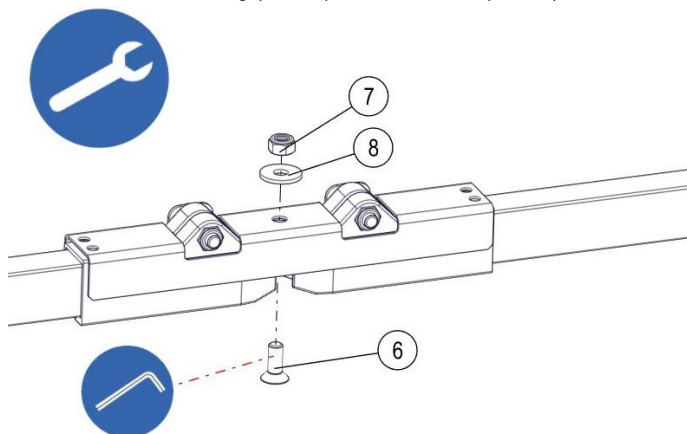

Abb. 101: Abdeckung montieren
- Die Senkschraube DIN 7991 M6x16-A2 (Pos. 6) mit einem Innensechskantschlüssel SW5 und die Scheibe DIN 9021-A6,4-A2 (Pos. 8) sowie der Sechskantmutter DIN 985-M6-A4 (Pos. 7) mithilfe eines Gabelschlüssels SW10 anziehen, sodass die Abdeckung (Pos. 3) auf dem Blech (Pos. 2) montiert wird (siehe Abb. 101).